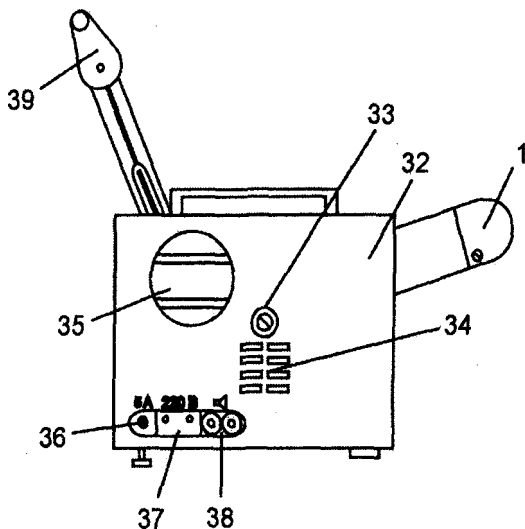

Рис. 2.2. Вид кинопроектора "Радуга-2" с тыльной стороны:
Тыльная сторона кинопроектора закрыта пластмассовой крышкой (32) при помощи винта 33 и имеет прорези 34 для вентиляции (рис. 2.2).